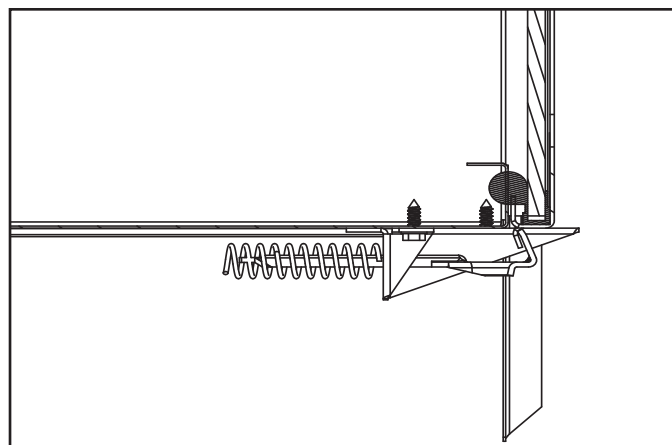

Figure 4.2 Assemblage de la vitre fixe
- L'assemblage de la vitre fixe s'attache au foyer en quatre points. Les quatre mécanismes d'attache est constitué de verrous à ressort. Un exemple de verrou de vitre est montré à la figure 4.2.